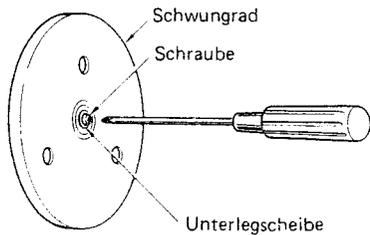

Abb. 1
- 4) Entfernen Sie die Schraube und die Unterlegscheibe (Abb. 1), die das Schwungrad halten.